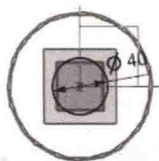

图 1.2.5 草图 1
Step6. 创建图 1.2.5 所示的草图 1。选择下拉菜单 **插入(S)** → **在任务环境中绘制草图(V)**命令，选取基准平面 1 为草图平面，进入草图环境绘制草图；绘制完成后单击 **完成草图**按钮，完成草图 1 的创建。